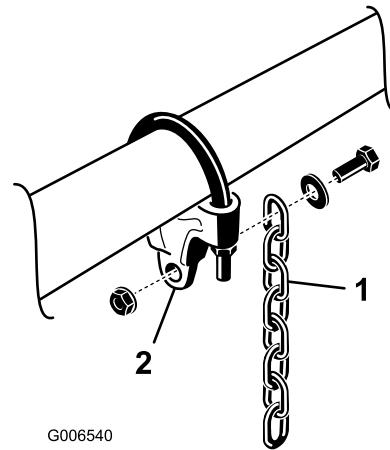

Bild 8
7. Befestigen Sie eine Hubkette mit einer Schraube, Scheibe und Mutter an jeder Kettenhalterung und positionieren Sie sie, wie in **Bild 8** abgebildet.